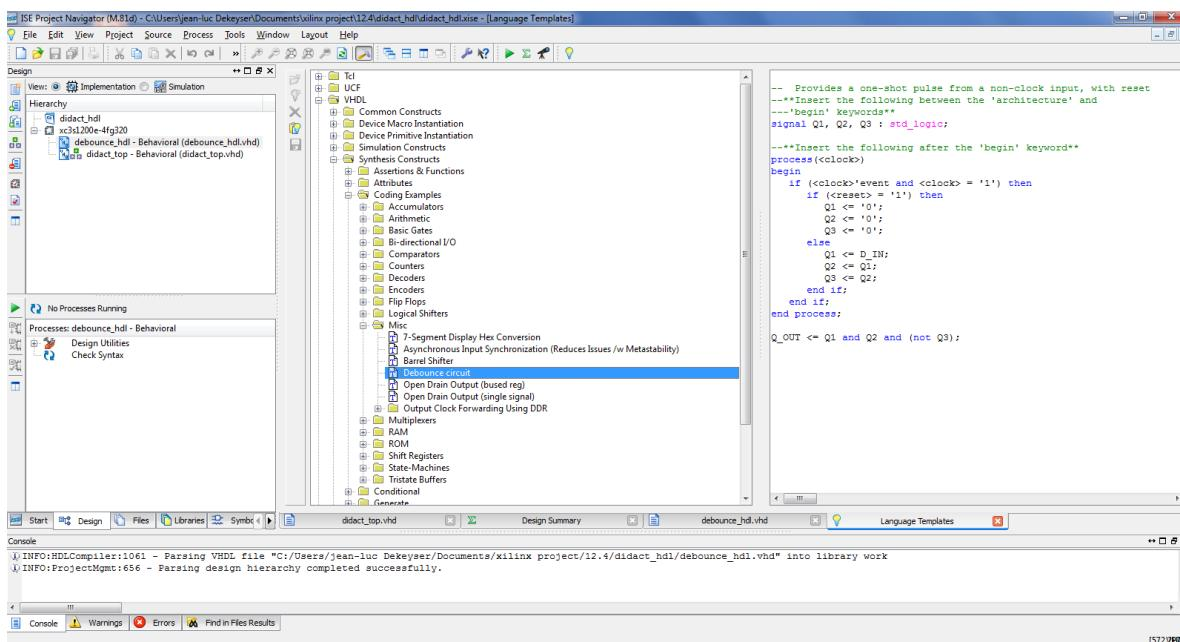

Figure 37. Le gabarit VHDL Debounce circuit s'affiche dans l'espace de travail à droite. Utilisez ce gabarit pour compléter le fichier VHDL debounce_hdl.vhd.
3. Sous VHDL, déployez l'item **Synthesis Constructs**, déployez l'item **Coding examples**, déployez l'item **Misc** et sélectionnez le gabarit **VHDL Debounce circuit**, comme illustré à la Figure 37.